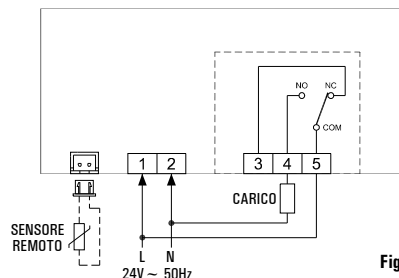

Fig. 5
- 4 Eseguire i collegamenti elettrici, seguendo gli schemi di collegamento di Fig. 5 e 6.